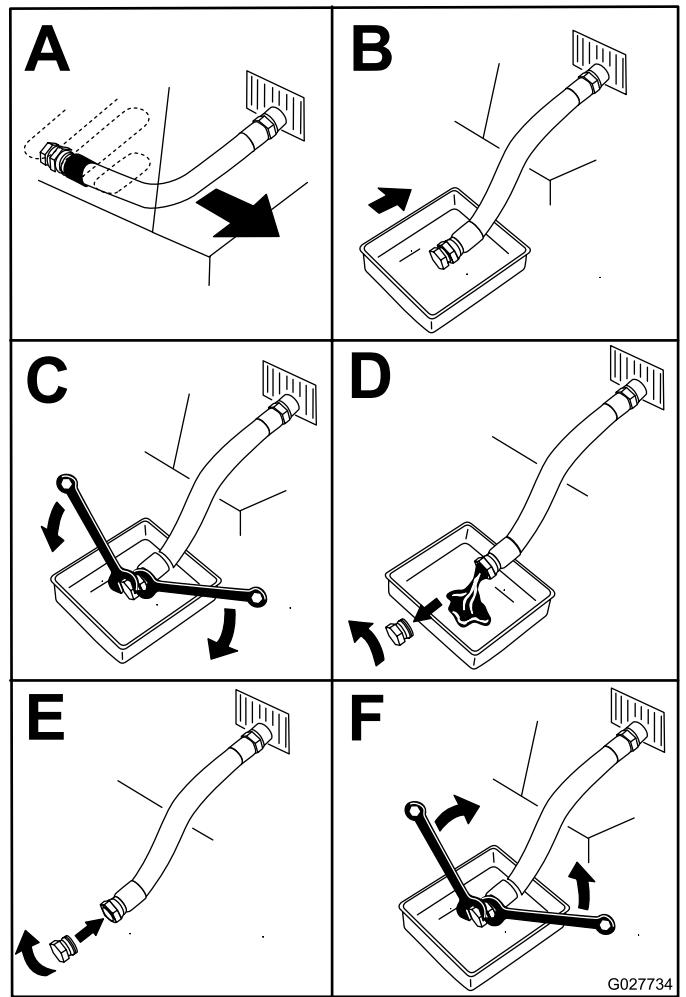

Figura 50
5. Drene el aceite del motor (Figura 50).